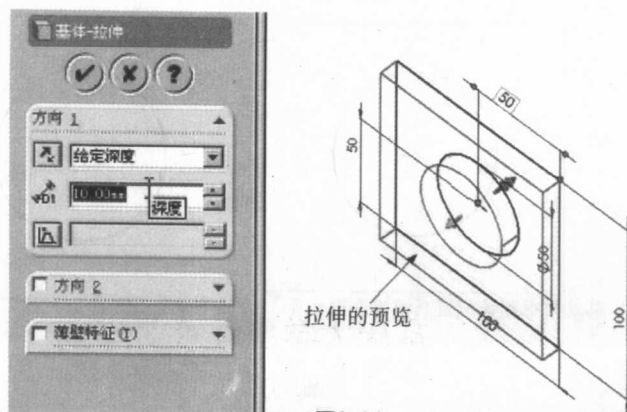

图1.14
- (7) 单击特征工具栏的“拉伸凸台/基体”，绘图区域的草图变为拉伸的预览，如图1.14所示。